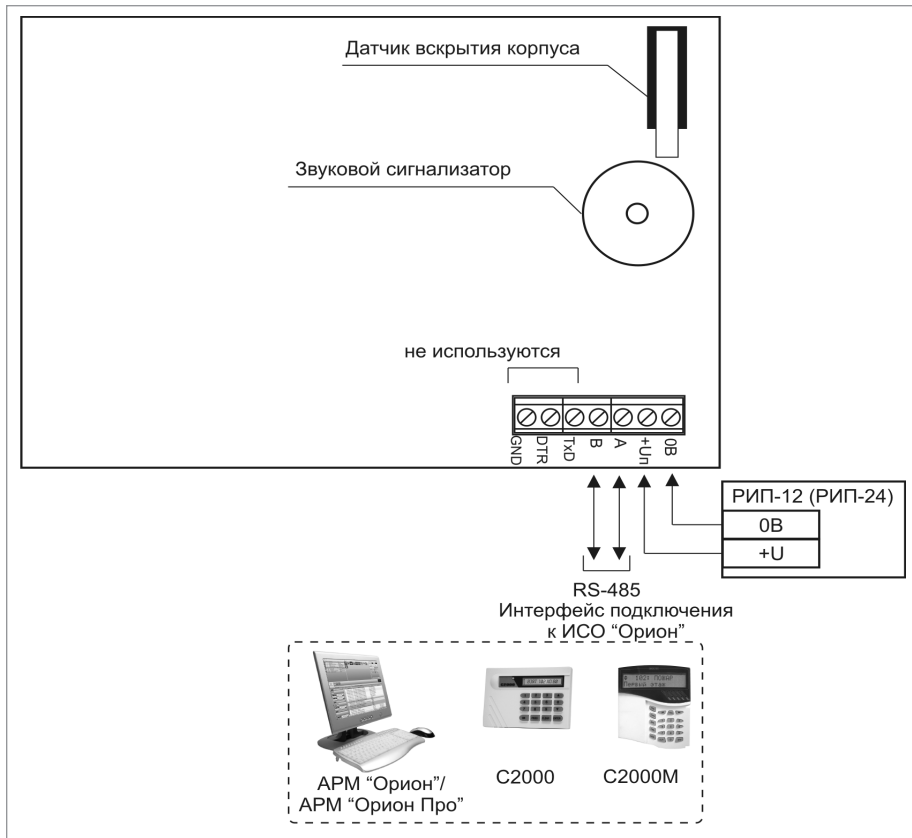

Рисунок 3. Схема внешних соединений клавиатуры «С2000-К»
3. Подключение соединительных линий выполняйте в соответствии с проектной документацией и схемой на рис.3.